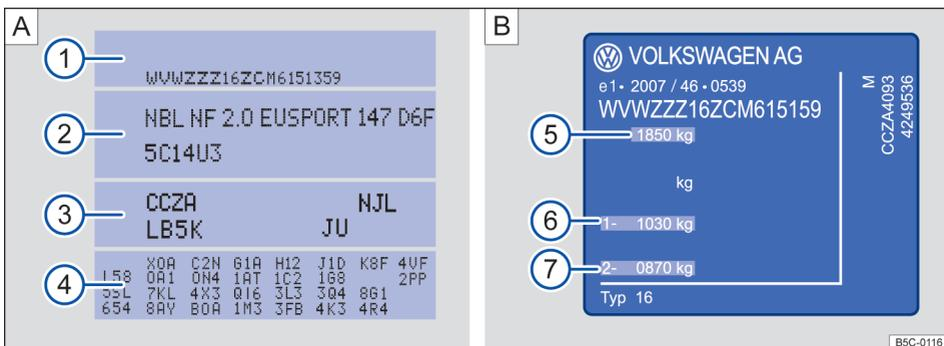

Fig. 199 A) Etiqueta de dados do veículo: na figura, por exemplo, com códigos do motor CCZA ③. B) Plaqueta de identificação.
A etiqueta de dados do veículo → Fig. 199 A) está colada no lado interno da capa do manual de instruções e no compartimento de bagagem, na área do alojamento da roda de reserva. Ela contém os seguintes dados:
- ① Número de identificação do veículo (número do chassi)
- ② Modelo do veículo, potência do motor, transmissão
- ③ Códigos do motor e da transmissão, código da cor, acabamento interno. No exemplo, os códigos do motor são "CPTA" → Fig. 199.
- ④ Equipamentos opcionais, números PR
A plaqueta de identificação → Fig. 199 B) se encontra na parte inferior da coluna da porta do condutor. É vista ao abrir esta porta. Os veículos destinados a determinados países não trazem a plaqueta de identificação.